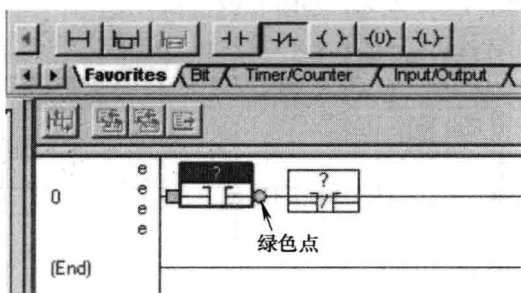

图 1-10 选择并插入断开指令
7. 在指令工具栏中, 左键单击并按住检查是否断开指令  , 如图 1-10 所示。
8. 将 XIO 拖到梯级 0 上 XIC 指令的右侧, 如图 1-10 所示。XIC 指令的右侧会再次出现绿色点, 指示将插入新指令的位置。在想要放置指令的位置上释放鼠标按键。